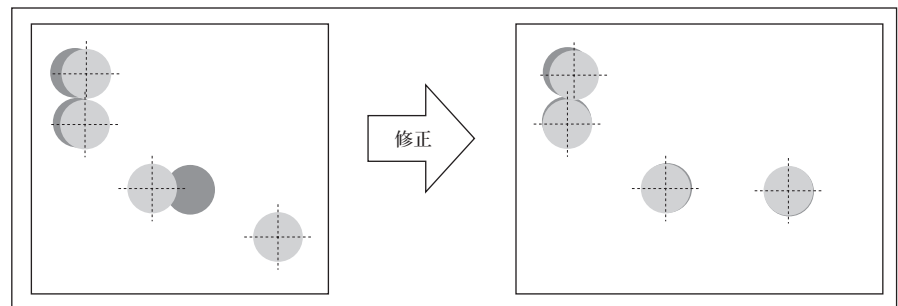

図8 蛇行発生区間の改善
④製品蛇行傾向と計測結果によるズレの傾向が一致した。結果に基づき修正を実施したところ、蛇行が大幅に軽減し、2年経過後も安定している（図8）。金属薄板設備においては、他のお客様においても、パララインによる測定・修正後に蛇行量が明らかに減少し、かつ蛇行起因の歩留まりも1%改善された事例や、蛇行調整設備の許容ギリギリで運転していたものが、十分その調整範囲内で運転できるようになったなど効果が上がっている。